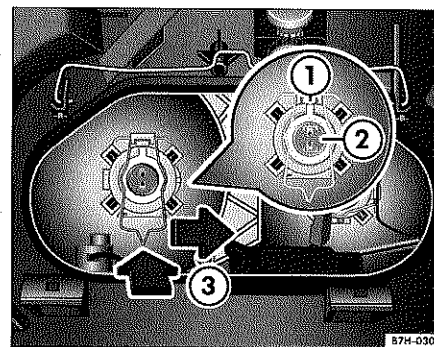

Fig. 30 Faro izquierdo, visto desde el vano motor: cambio de la lámpara de la luz de cruce
2. Desplace el gancho ⇒ fig. 30 ③ hacia detrás (según el sentido de la marcha) y sepárelo de las pestañas en la dirección de la flecha, hacia delante.
3. Extraiga el portalámparas ② del faro.
5. Monte el portalámparas en el faro ②. Asegúrese de que la pestaña ① quede en la parte superior. ▶